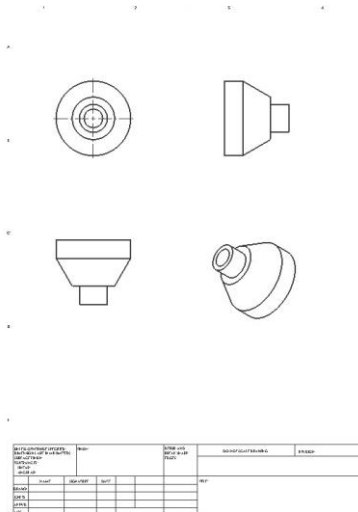

Рисунок 10.2 – Асоціативне креслення моделі «Втулка»
- перемістити курсор нижче виду «**Front**» та клацнути мишею у графічній області для створення інших проєкційних видів (рис. 10.2).